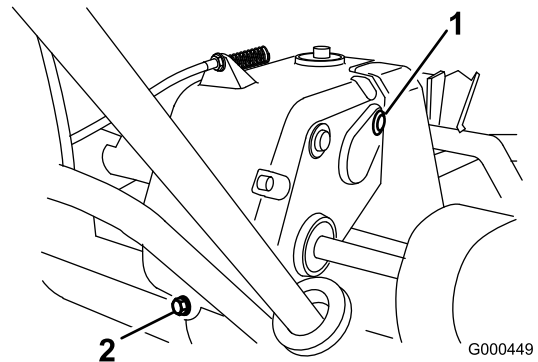

Bild 30
2. Entfernen Sie die Ablassschraube hinten am Getriebe (Bild 30).
3. Drücken Sie den Griff nach unten und kippen Sie die Maschine nach hinten. Nehmen Sie die Prüf-/Füllschraube aus der rechten Getriebeseite heraus (Bild 30).